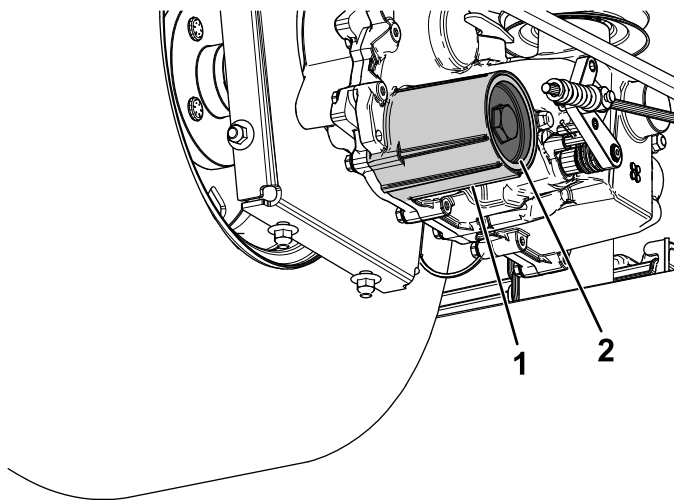

Figura 76
7. Retire la tapa del filtro de fluido hidráulico del transeje para vaciar el fluido (Figura 76).